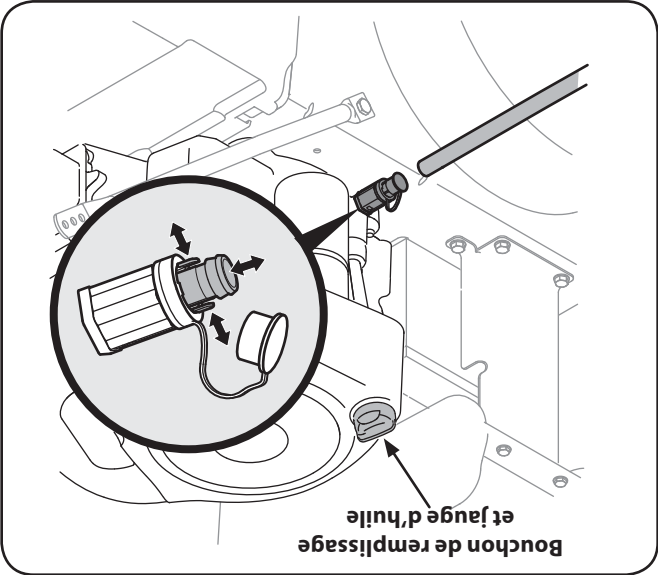

Figure 6-2
Retirez le capuchon protecteur de la soupape de vidange. Voir Figure 6-2.
7. Pincez la soupape de vidange des deux côtés, puis tirez la soupape vers l'extérieur pour vidanger l'huile. Voir Figure 6-2.